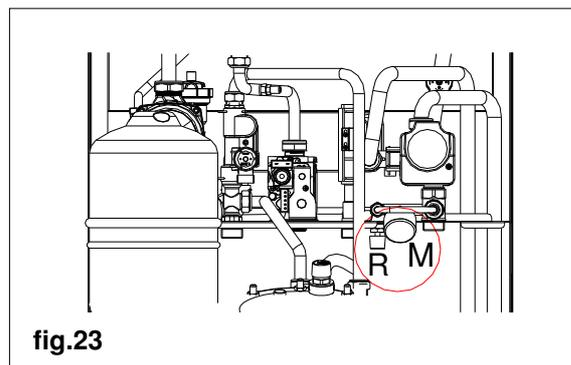
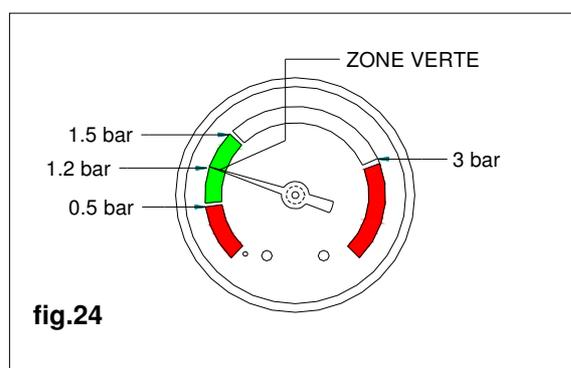

fig.23
fig.24
Pour rétablir la pression de l'eau dans le circuit, ouvrir le robinet de remplissage **R** (fig. 23) et contrôler, au moyen du manomètre **M**, que la pression du circuit arrive à la moitié de la zone verte correspondant à 1,2 bars (voir fig. 24).
Au terme de cette opération, s'assurer que le robinet de remplissage R (fig. 23) est bien fermé.
- Vérifier que la pression de l'eau du circuit de chauffage, lue au niveau du manomètre **M** (fig.23) ne soit pas inférieure à 1,2 bars (fig. 24) ;